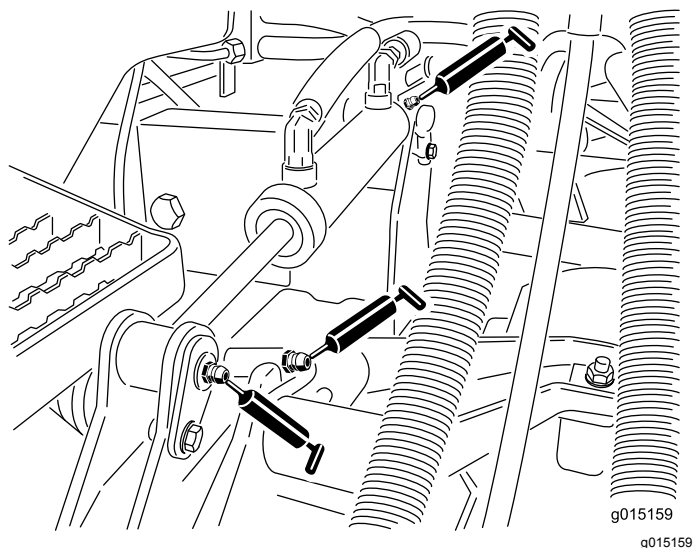

図 70
- 昇降アームのブッシュカuttingユニット 1 台に 1 ヶ所 図 70
- 昇降シリンダのブッシュカuttingユニット 1 台に 2 ヶ所 図 70